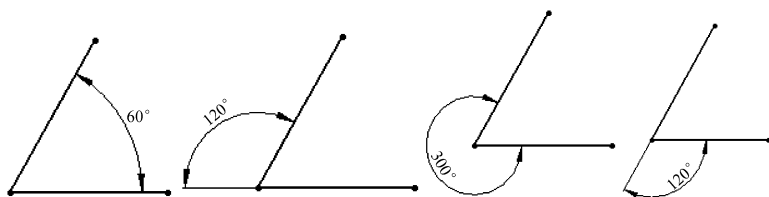

图 2-102 两直线之间角度的标注形式
- 两直线之间的夹角：直接选取两条直线，没有顺序差别。根据光标所放置位置的不同，有 4 种不同的标注形式，如图 2-102 所示。